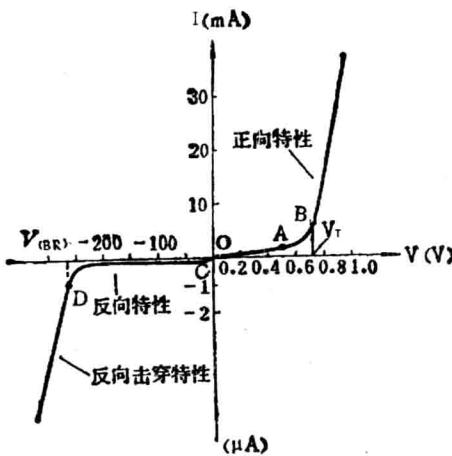

图 1-3 二极管的典型伏安特性
伏安特性是晶体二极管的重点内容。在伏安特性中要研究正向特性、反向特性及反向击穿特性。其伏安特性曲线如图 1-3 所示,反映了加到二极管两端的电压与流过二极管电流的关系。
(1) 正向特性 正向特性起始部分的正向电流几乎为零,当正向电压大于门限电压(见图 1-3 中  $V_T$ , 硅管约为 0.5V, 锗管约为 0.1V)后,正向电流增长很快。
(2) 反向特性 当二极管两端加反向电压时,产生反向电流。在反向电压作用下,形成很小的反向饱和电流,见图 1-3 中的 OD 段。反向电流是少数载流子的漂移电流,其值为微安级。在一定温度下,当反向电压不超过某一范围时,其值近于恒定,反向电阻很高。当温度升高时,由于少数载流子浓度增加,反向饱和电流随之增加。
(3) 反向击穿特性 当反向电压增高到击穿电压时,反向电流突然剧增,这种现象叫做 PN 结的击穿。击穿有雪崩击穿、齐纳击穿、热击穿三种。